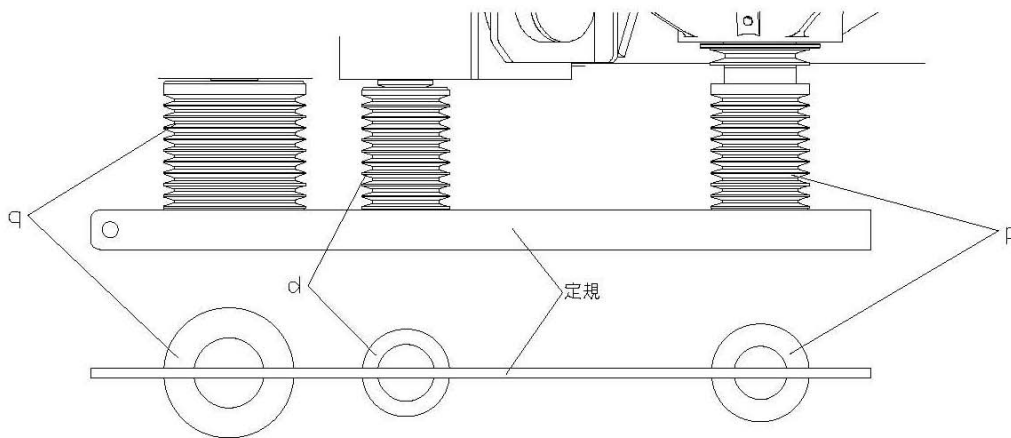

図12
10.ブレードプーリー(q)の外面を基準にメンテナンスプーリー(d)・エンジンプーリー(p)の外面に定規を当て、平行と山の出入りが合うようにエンジンベース(r)を調整位置決めする。・・・図12